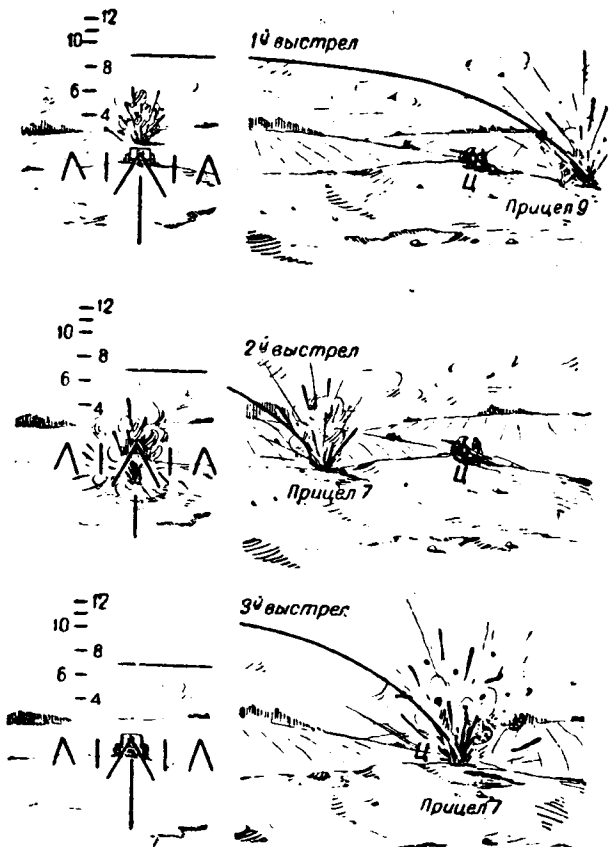

Рис. 22. Пристрелка дальности по наблюдению знаков разрывов захватом цели (хорошо заметной) в вилку
1. Цель — полковое орудие (на открытой позиции хорошо видны размеры цели), расстояние до цели 900 м (рис. 22).